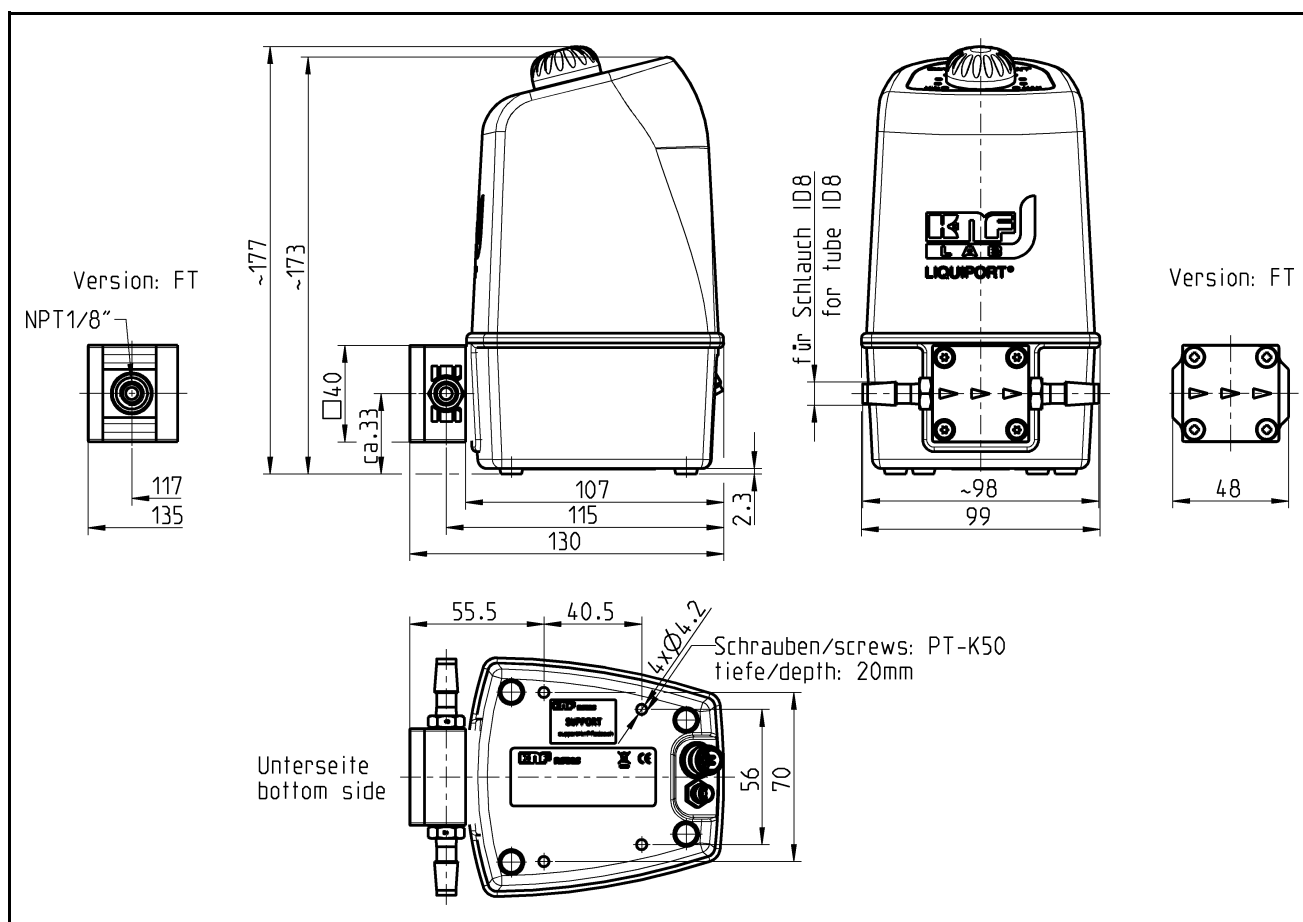
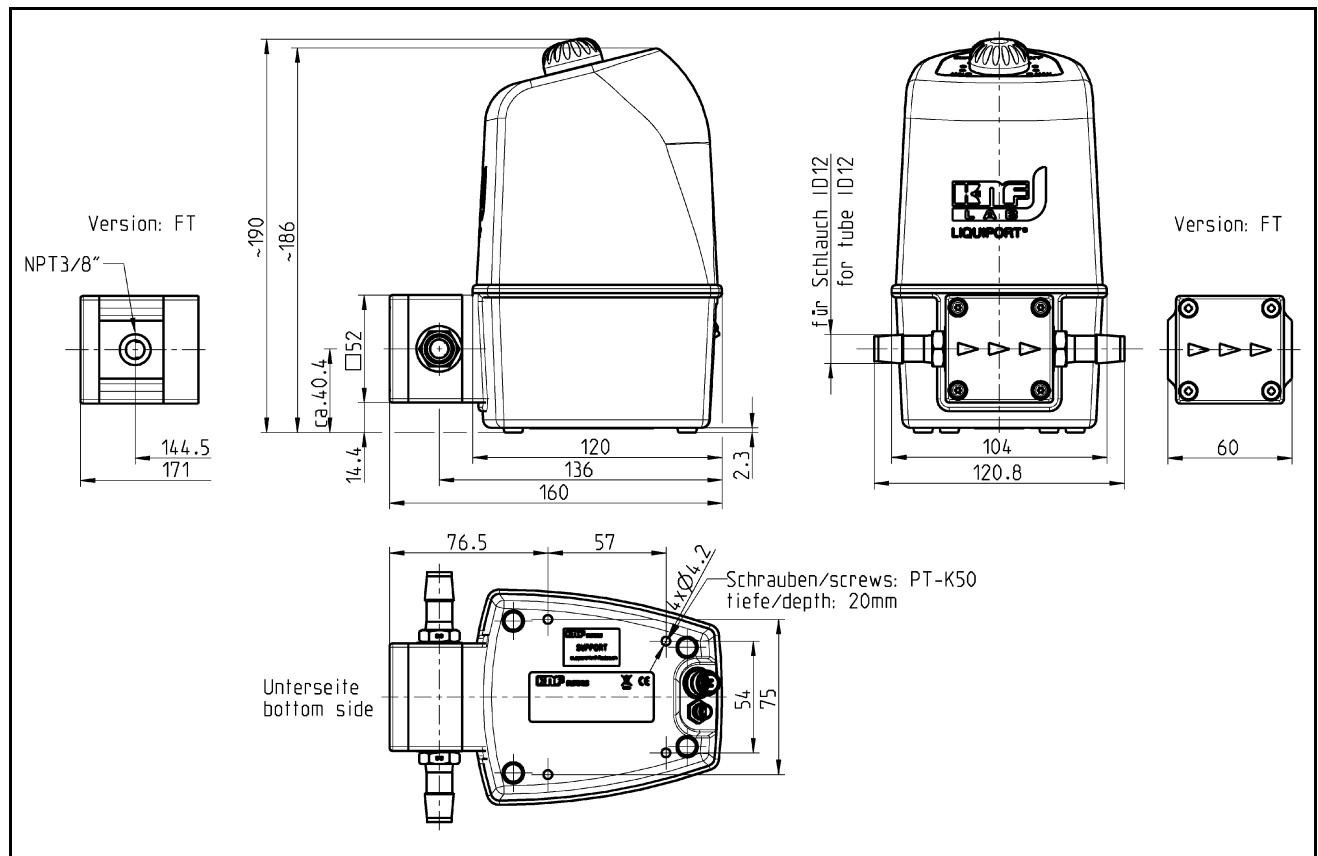

Fig. 8 : Dimensions de fixation Liquipor[®] 100 / Liquipor[®] 1.100
Fig. 9 : Dimensions de fixation Liquipor[®] 300 / Liquipor[®] 1.300
Dimensions ➔ Dimensions de la pompe (voir Fig. 8, Fig. 9)
- ➔ La pompe peut en plus être fixée par le bas via deux vis (voir Fig. 8, Fig. 9).